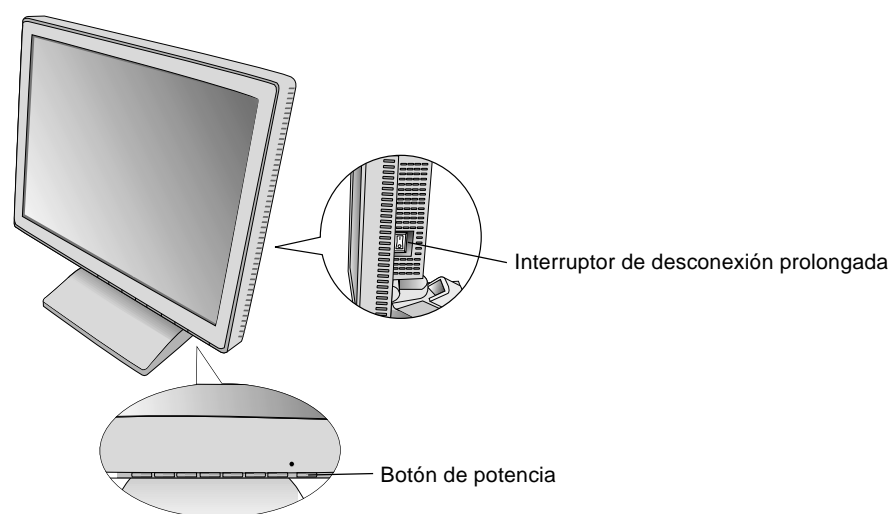

Figura D.1
6. El interruptor de desconexión prolongada situado en el lado derecha del monitor debe estar conectado (**figura D.1**). Encienda el monitor con el botón de potencia y conecte el ordenador.